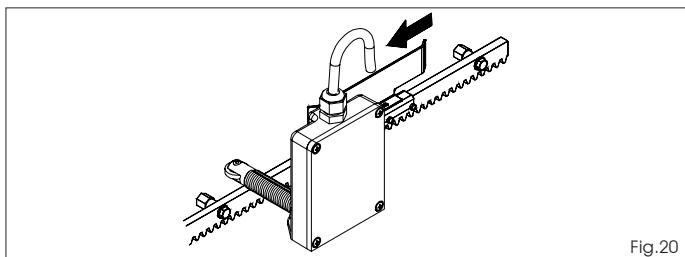

Fig.20
- 6) Répéter les opérations des points 4 et 5 pour le fin de course de fermeture, Fig. 20.